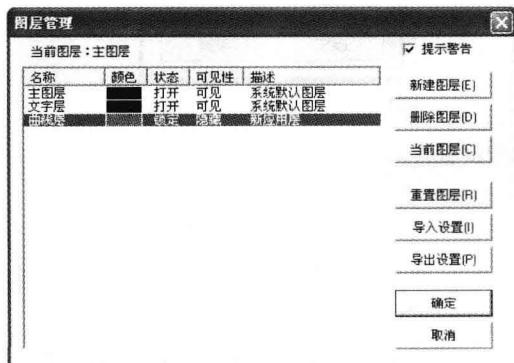

图1-14 修改图层可见性
⑥ 双击“曲线层”的可见性栏“可见”，则将该层的可见性设置为“隐藏”，结果如图1-14所示。再次双击，则显示为“可见”。本功能同上，为开关按钮。